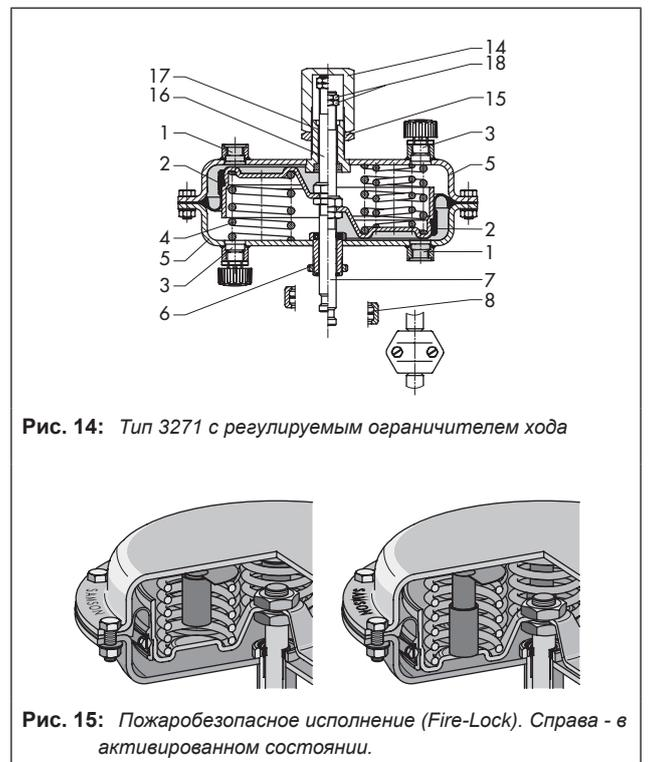

Рис. 14: Тип 3271 с регулируемым ограничителем хода
- Тип 3271 · Ограничитель хода (рис. 14), возможность механической установки ограничения минимального или максимального рабочего хода в конструкциях площадью от 175 до 750 см2
Регулируемый ограничитель рабочего хода (рис. 14) предназначен для приводов площадью 120, 175, 240, 350, 355, 700 или 750 см2. При этом величина рабочего хода может уменьшаться и фиксироваться в обоих рабочих направлениях (шток втягивается или выдвигается) до 50 % от номинальной величины.